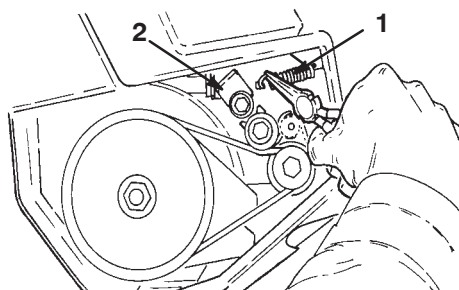

Figure 18
2. Décrochez le ressort du bras de la poulie de tension (Fig. 18).
7. Accrochez le ressort de la poulie de tension (Fig. 18) en veillant à ce que la poulie de tension repose sur la courroie.